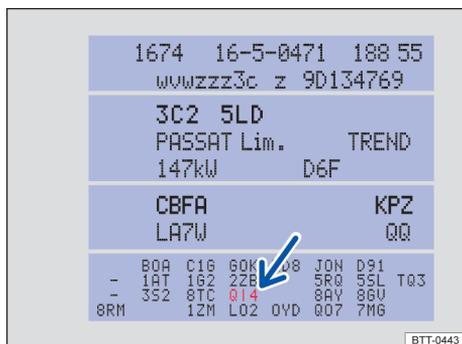

Fig. 274 Adhesivo portadatos del vehículo con núm. PR del servicio correspondiente (representación esquemática).
- Consulte el número PR del adhesivo portadatos del vehículo → fig. 274 (flecha) → pág. 388.